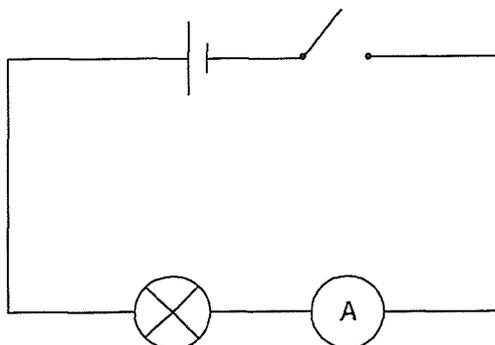

Figure 6.1
4.1. Réaliser le montage de la figure 6.1 en utilisant la pile de 4,5 V, l'ampoule L_1 et le calibre 50 mA pour l'ampèremètre*.